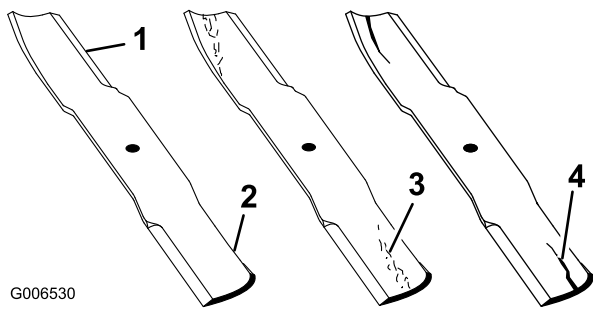

Figure 87
1. Examinez le tranchant des lames (Figure 87). Si les lames coupent mal ou présentent des indentations, déposez-les et aiguissez-les (voir Aiguisage des lames).
2. Inspectez les lames, surtout la partie relevée (Figure 87). Remplacez immédiatement toute lame endommagée, usée ou qui présente une entaille (Figure 87).